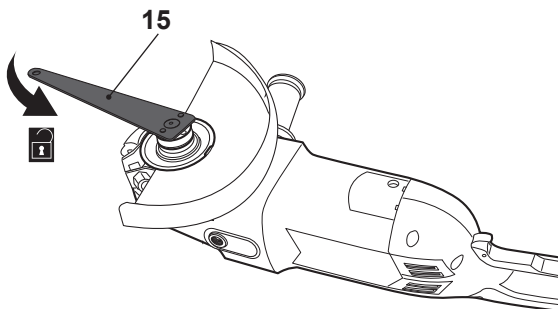

Fig. 12
> Mantenga presionado el botón de bloqueo del husillo (1) y afloje la brida de apriete (10) en sentido antihorario con la llave (15) (Fig. 12).